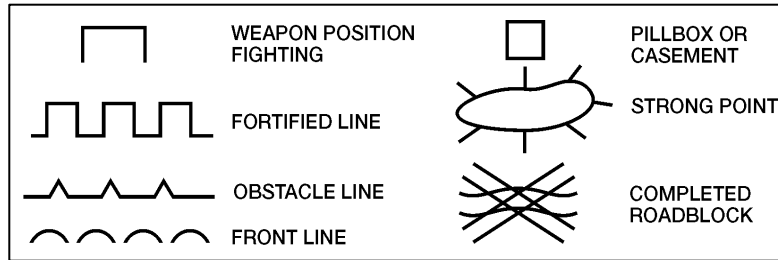

**Figure 071-329-1019-11. Fortification and Obstacle Symbols**
k. Wire (figure 071-329-1019-12).